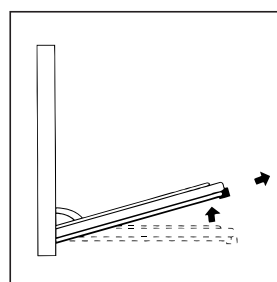

fig 3
- Fermez à présent partiellement la porte et soulevez-la en dégageant les crochets "A" comme illustré figure 3.